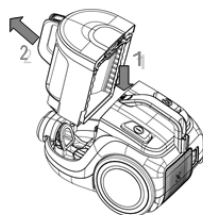

Fig. 2
2. Appuyez sur le verrou du corps de l'aspirateur (Fig. 2) et retirez le bac à poussière vers le haut.
1. Retirer le bac à poussière du corps de l'aspirateur (Fig. 2).